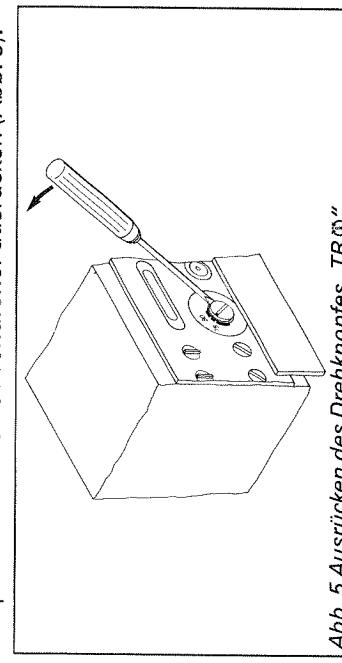

Abb. 5 Austrücken des Drehknopfes „TR Ø“
1. Drehknopf „TR Ø“ hinter der Abdeckklappe mit einem entsprechenden Schraubendreher ausschrücken (Abb. 5).